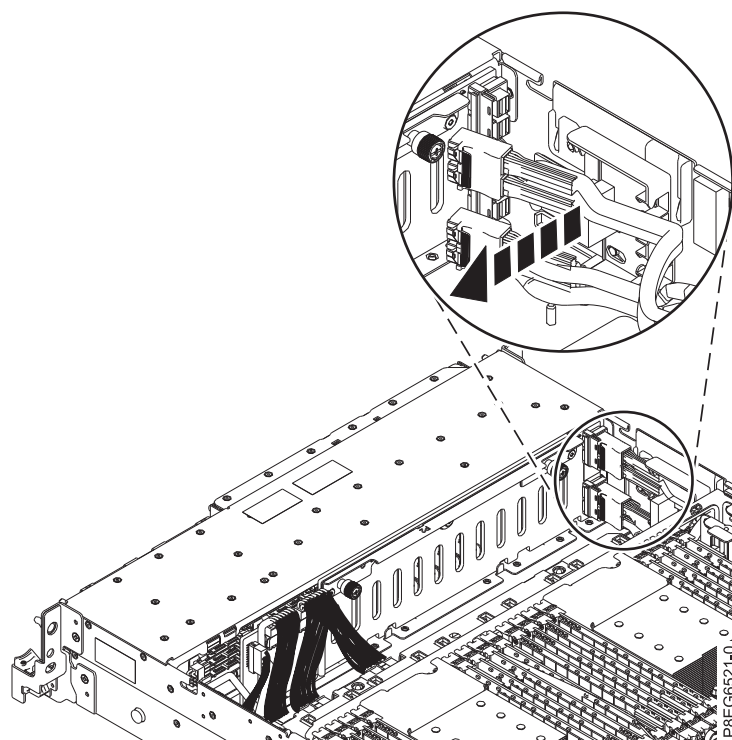

Figura 2. Remover os cabos SAS frontais do bloco de guia
4. Puxe o terminal desligado dos cabos do bloco de guia de plástico na parte lateral do chassis do sistema, como demonstrado em Figura 2.